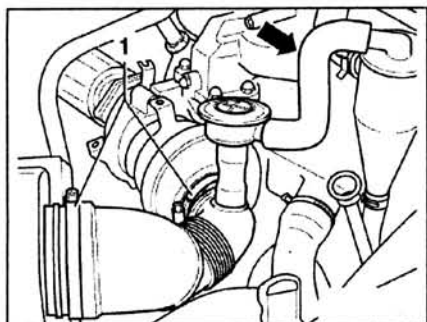

Рис. 2.134. Снимите фиксаторы 1 и отсоедините патрубок (стрелки) от масляного сепаратора и снимите патрубок.
3. Снимите фиксаторы **1** и отсоедините патрубок (**стрелки**) от масляного сепаратора и снимите патрубок (рис. 2.134).